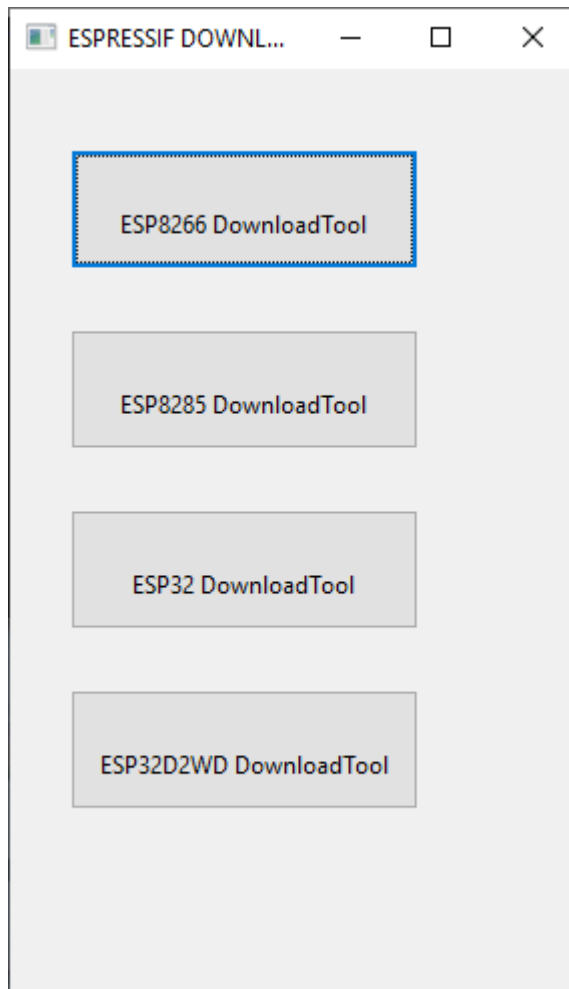

Рис. 5.44. Выбор своего модуля
- выбираем в диалоге программы кнопку с модулем ESP8266 (**рис. 5.44**);